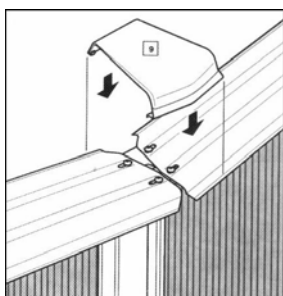

fig. 29
- Enganchar los embellecedores sobre los rebordes interiores de los perfiles superiores. (fig. 29) (9).